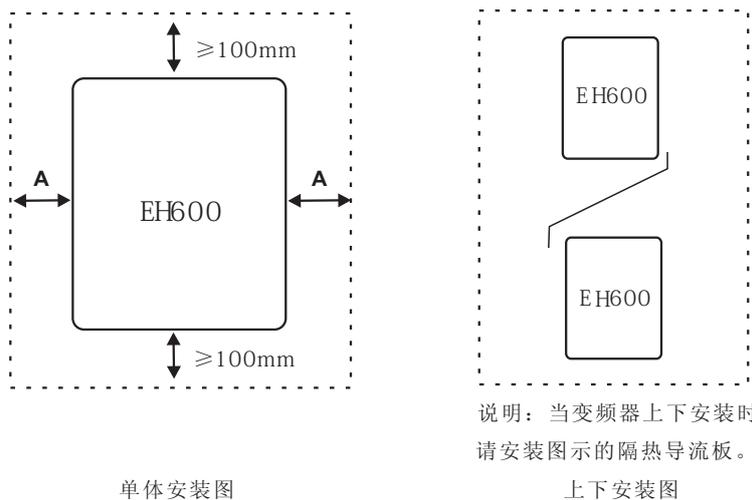

图3-1
- 1) 请垂直安装变频器，便于热量向上散发。但不能倒置。若柜内有较多变频器时，最好是并排安装。在需要上下安装の場合，请参考图3-1的示意，安装隔热导流板。
- 2) 安装空间遵照图3-1所示，保证变频器的散热空间。但布置时请考虑柜内其它器件的散热情况。